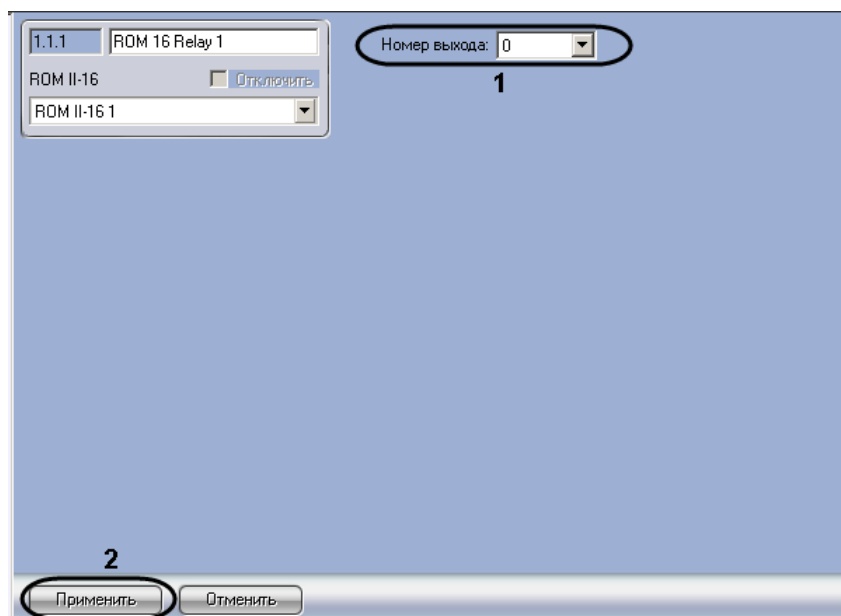

Рис. 3.8—2 Настройка релейного выхода
2. Из раскрывающегося списка **Номер выхода** выбрать номер релейного выхода (см. Рис. 3.8—2, 1).
3. Нажать на кнопку **Применить** (см. Рис. 3.8—2, 2).